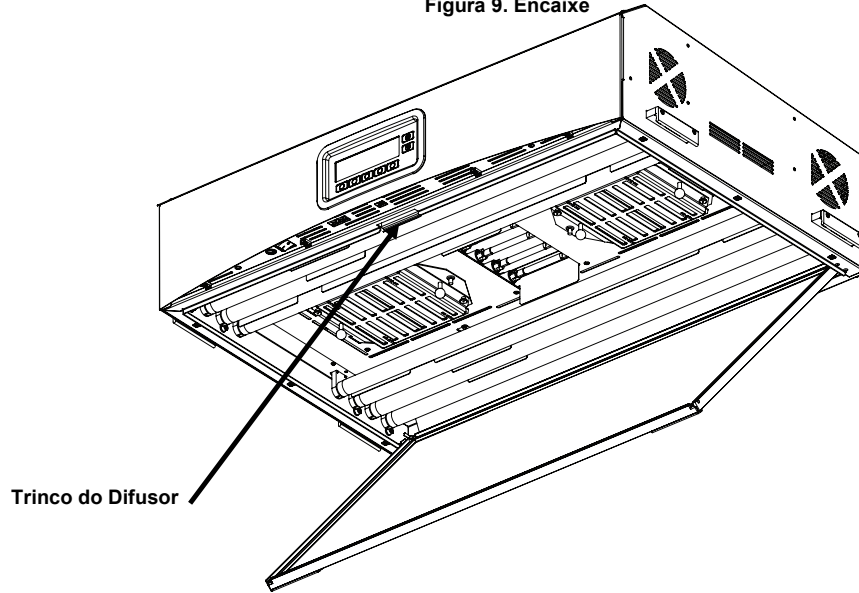

Figura 10. Luminária mostrando o difusor montado
7. Gire a frente do difusor para a posição fechada e fixe-o no lugar com o trinco. Consulte a Figura 10.